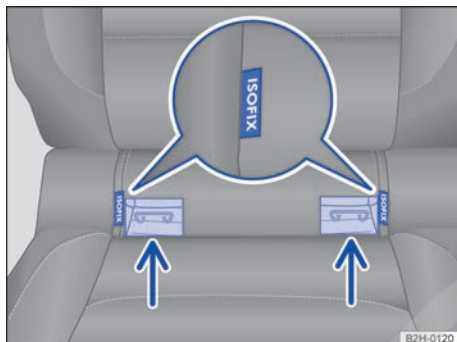

Fig. 74 Señalización en el asiento del vehículo de los puntos de anclaje inferiores para el asiento para niños.
- Encaje el asiento para niños en las argollas de sujeción en el sentido de las flechas → fig. 74. Las aberturas para encajarlo se encuentran en
- Coloque el asiento para niños sobre la banqueta del asiento y fije los ganchos de los cinturones de fijación a las argollas de sujeción → fig. 74.